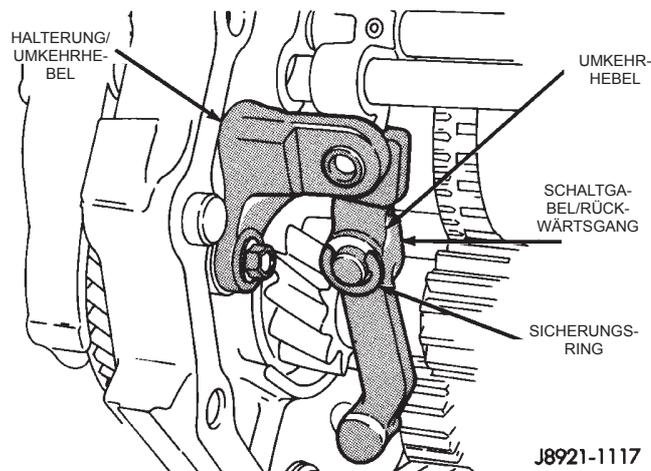

Abb. 64 Bauteile des Umkehrhebels
(16) Die Befestigungsschrauben lösen, mit denen die Halterung des Umkehrhebels an der Zwischenplatte befestigt ist (Abb. 64).